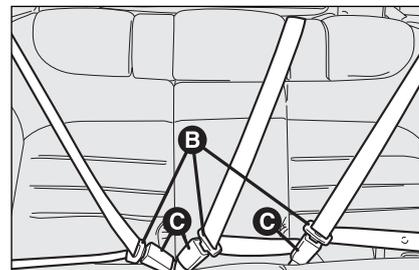

fig. 100
- per versioni con sedile posteriore non scorrevole, prima di effettuare l'abbattimento dello schienale, agganciare le linguette **B-fig. 100** delle cinture di sicurezza negli appositi rami fibbia **C**;